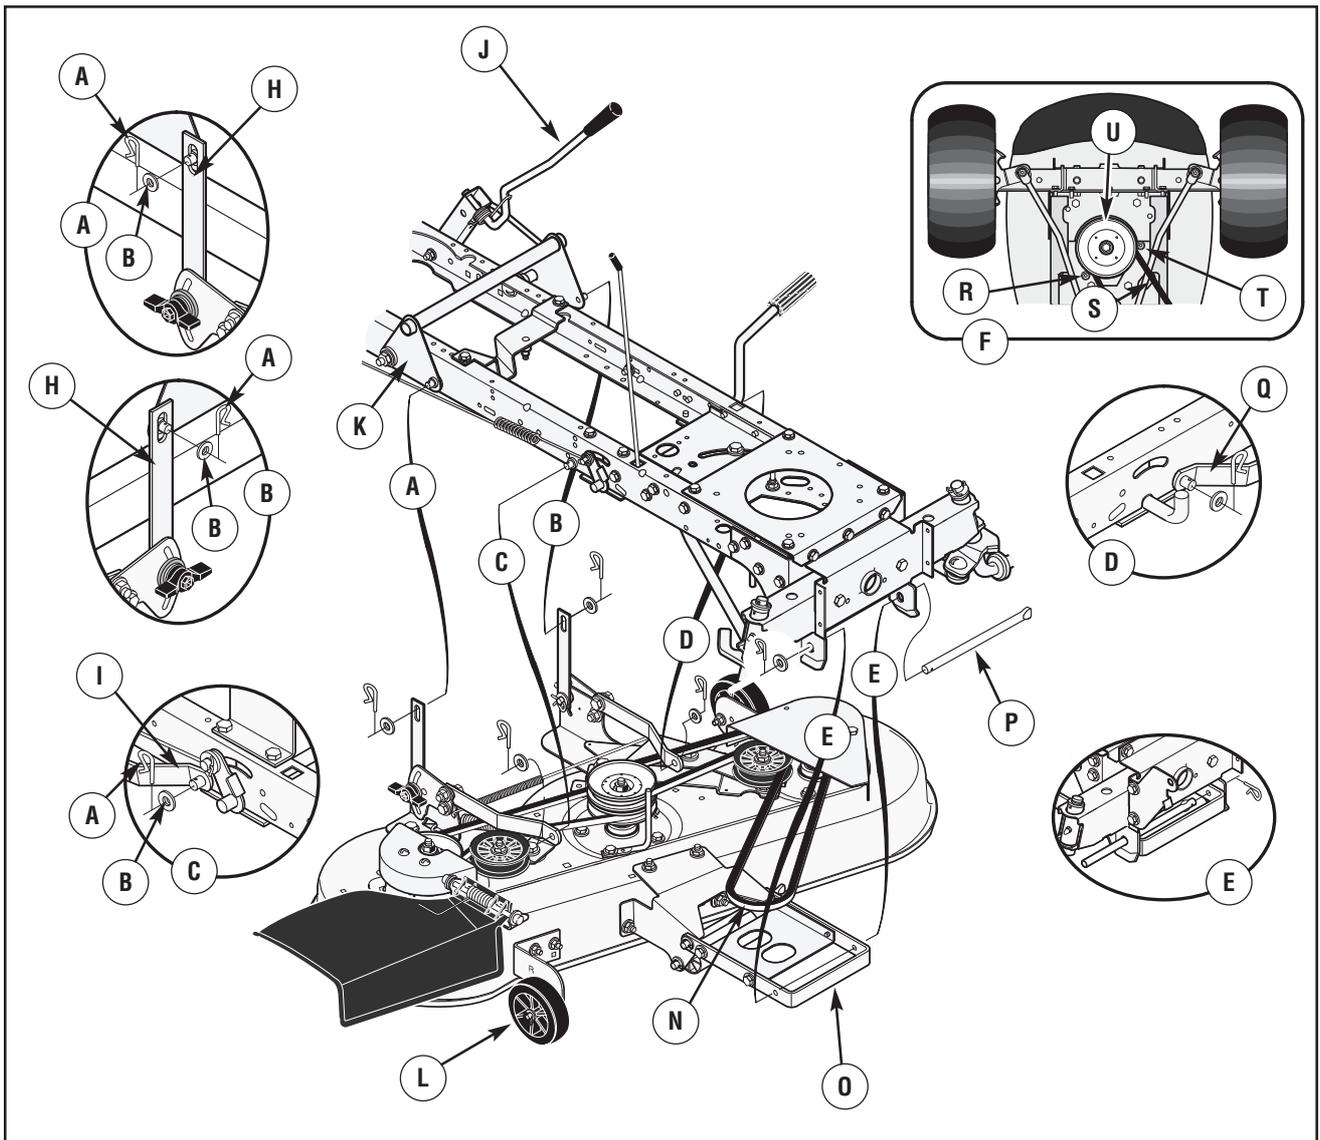

Figura 30: Assemblaggio della base della falciatrice
3. Rimuovere i fermagli e le rondelle dai **bracci di regolazione** (figura 30). Vedere illustrazioni "C" e "D".